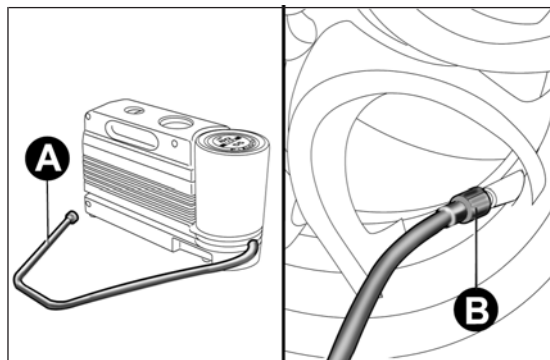

fig. 134
- ❑ aziona il freno a mano, svita il cappuccio dalla valvola del pneumatico, estrai il tubo flessibile di riempimento A fig. 134 ed avvita la ghiera B sulla valvola del pneumatico;